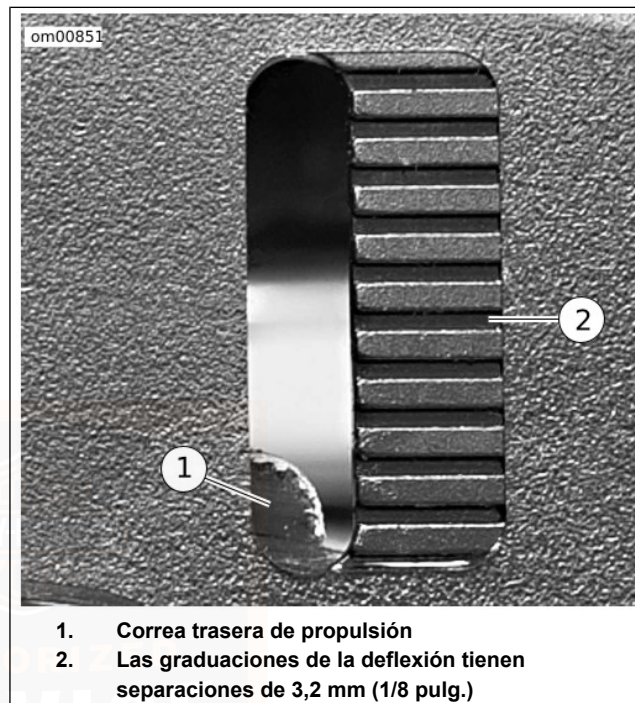

Figura 42. Ventana de la deflexión de la correa (típica)
- b. Vea la Figura 42. En todos los demás modelos, tome nota de la posición de la correa de acuerdo con las graduaciones en la ventana de la deflexión de la correa ubicadas en el protector de la correa trasera de propulsión.